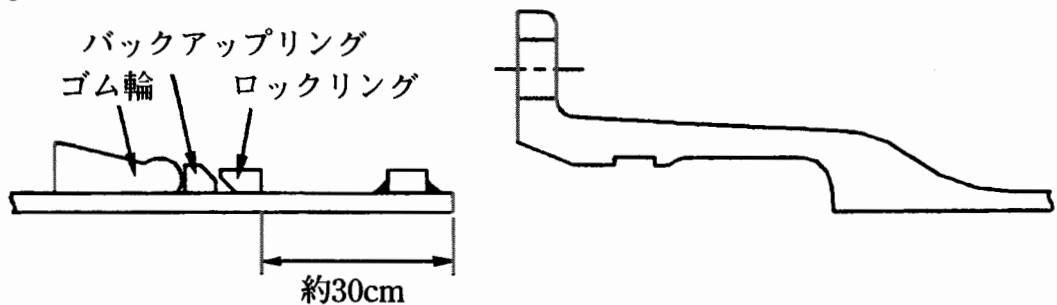

図7 各接合部品のセット位置
- (1) ゴム輪を清掃してゴム輪内面と挿し口外面に滑剤を塗り、挿し口に預ける。この時、ゴム輪の表示マークSⅡを確認し、正しい方向にセットする。
- (2) バックアップリングを清掃して、テーパのついている方が挿し口端面側にくるようにして挿し口に預ける。
- (3) ロックリングを絞り器用溝の向きに注意して挿し口に預ける。
- (4) 挿し口外面および受口内面(受口端面から溝まで)に滑剤を塗布する。
- (5) 各接合部品を挿し口に預けた状態は、図7のようになる。